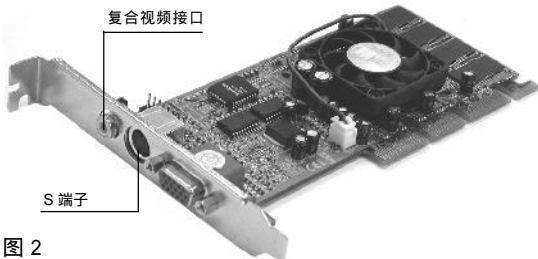

图 2
■需有一块具有复合视频输出接口的显卡(图 2)。因为无线视频收发设备一般只具有复合视频接口, 而